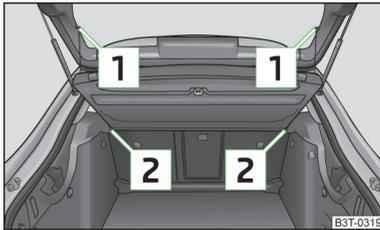

Abb. 86
- Die Haltebänder **1** » Abb. 86 von der Gepäckraumklappe aushängen.
- Die Gepäckraumabdeckung in die Halterungen **2** » Abb. 86 einschieben.